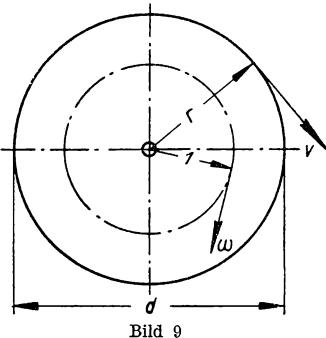

Bild 9
32. Ein Körper bewegt sich gleichförmig auf einer Kreisbahn vom Halbmesser r (Bild 9), so daß er n Umdrehungen je Minute (U/min) ausführt. a) Wie groß ist seine Umfangsgeschwindigkeit? b) Was versteht man unter Winkelgeschwindigkeit der kreisenden Bewegung?